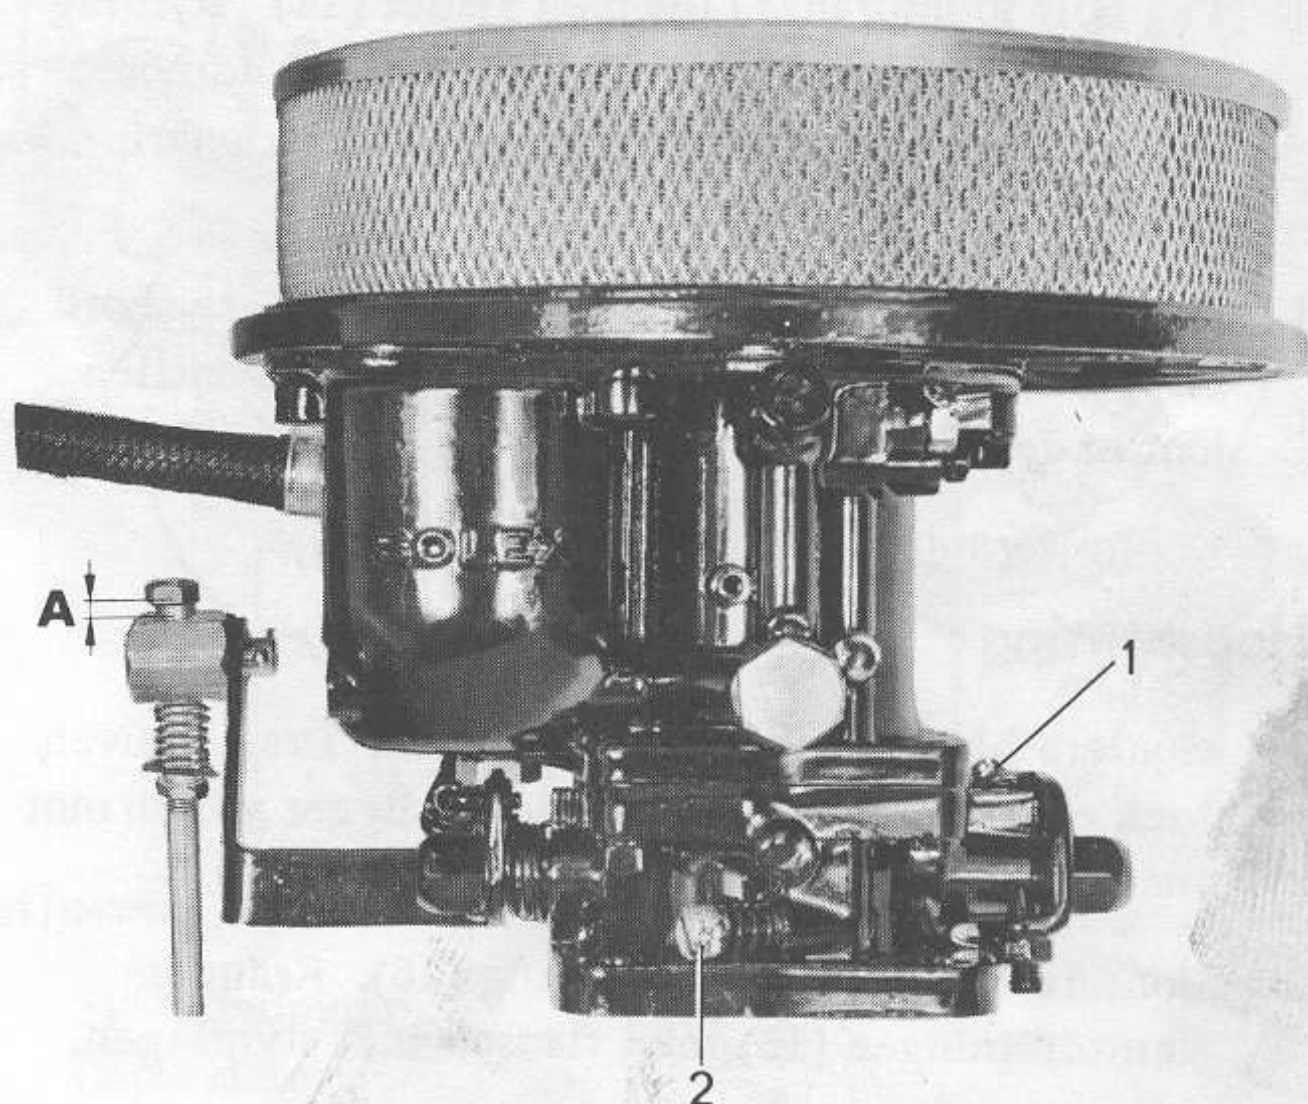

Bild F9 Enkelförgasare Solex (AQ115A)
1. Kontrollera då manöverspaken står i neutralläge att den fjäderbelastade tärningen har en fjäder-spänning av ca 2 mm (se A, bild F9). Vid justering, lossa låsmuttern under fjäderhylsan och skruva hylsan på reglagekabelns gänga till rätt mått.
tioner" angivna. Justera vid behov tomgångsskruven (1, bild F9). Om motorn går orent, justera luftskruven (2) tills ren gång erhålls. Luftskruvens grundinställning är ca 2 varv utskruvad från bottenläge.